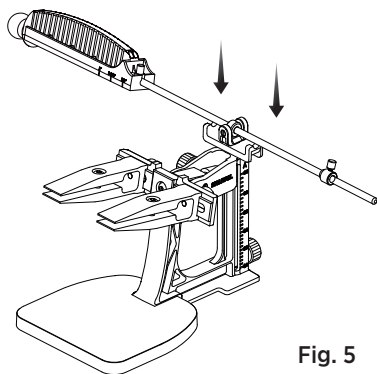

Fig. 5
5. Appoggiare l'asta di guida per l'affilatura nello slot di parcheggio sulla barra di supporto. (Vedi Fig. 5)